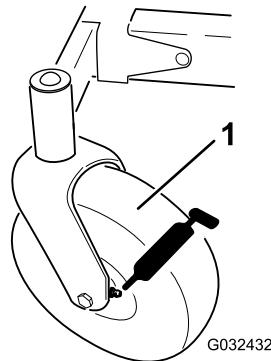

Figure 33
3. Nettoyez les graisseurs (Figure 33) avec un chiffon.
- 4. Raccordez une pompe à graisse à chaque graisseur (Figure 33).